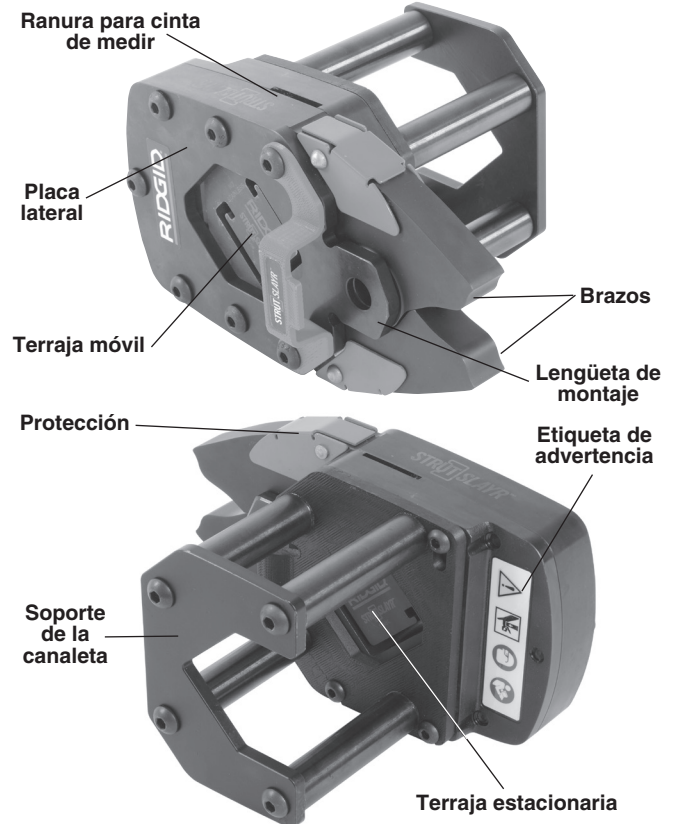

Figura 1 – Cabezal de corte STRUTSLAYR
- Está completo y bien ensamblado (vea la Figura 1).
- La calcomanía de advertencia está presente y se puede leer (como se muestra en la Figura 1).